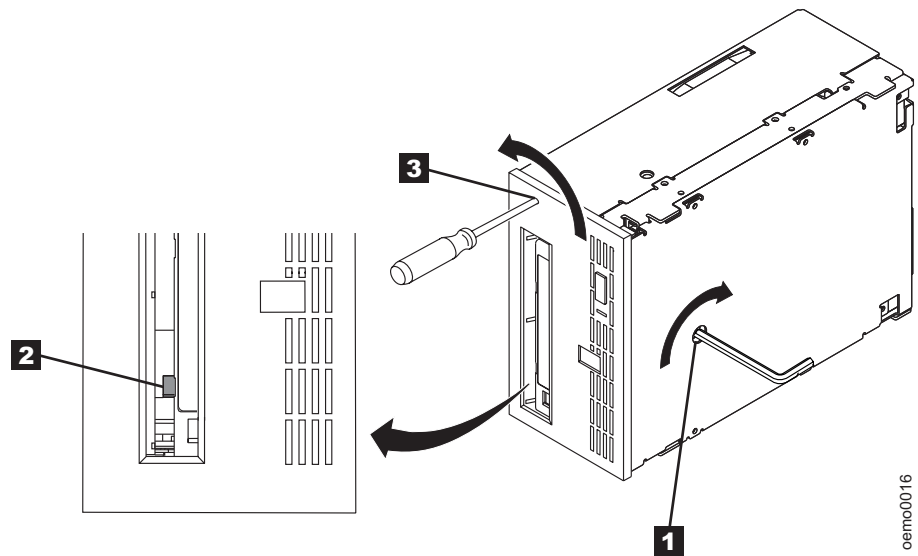

Figure 16. Identification d'une rupture de bande
1. Placez l'unité face avant vers vous, puis faites-la basculer sur son côté gauche (voir figure 16).
2. Repérez l'orifice d'accès au bas de l'unité (voir **1** dans la figure 16).